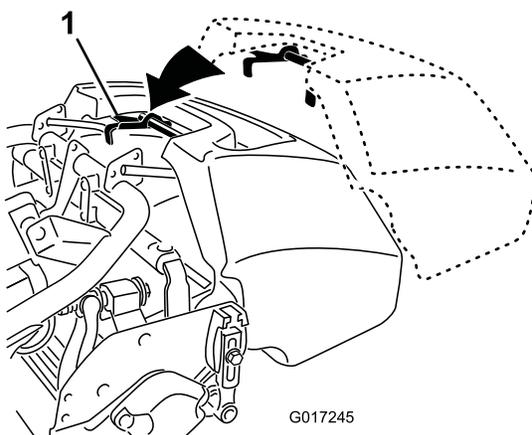

图17
1. 抓住集草斗的手柄（图17）。
2. 将集草斗凸缘放入滚刀组侧板之间，前滚筒之上（图17）。
3. 将集草斗钩安装到环形机架上（图17）。